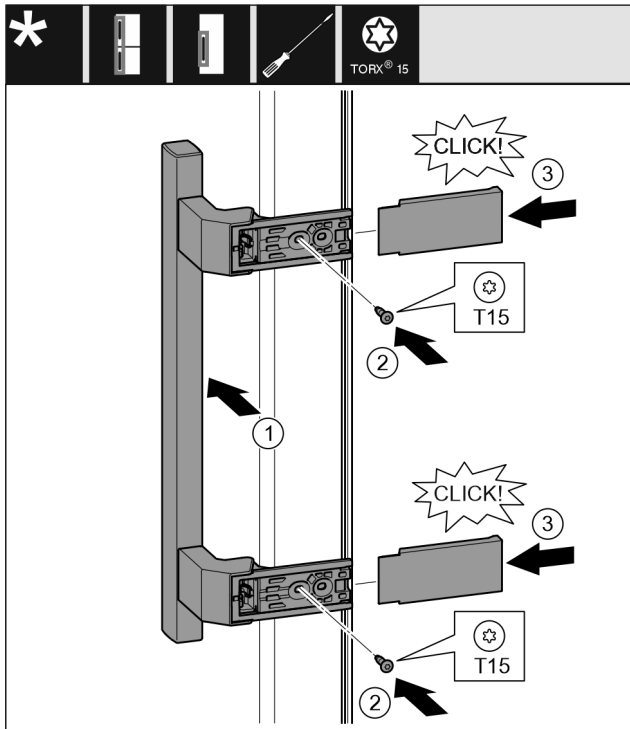

Fig. 11
- ▶ Placer la poignée du côté opposé. Fig. 11 (1)
- ▶ Serrer les vis au moyen d'un tournevis T15. Fig. 11 (2)
- ▶ Placer les recouvrements latéralement et les faire glisser. Fig. 11 (3)